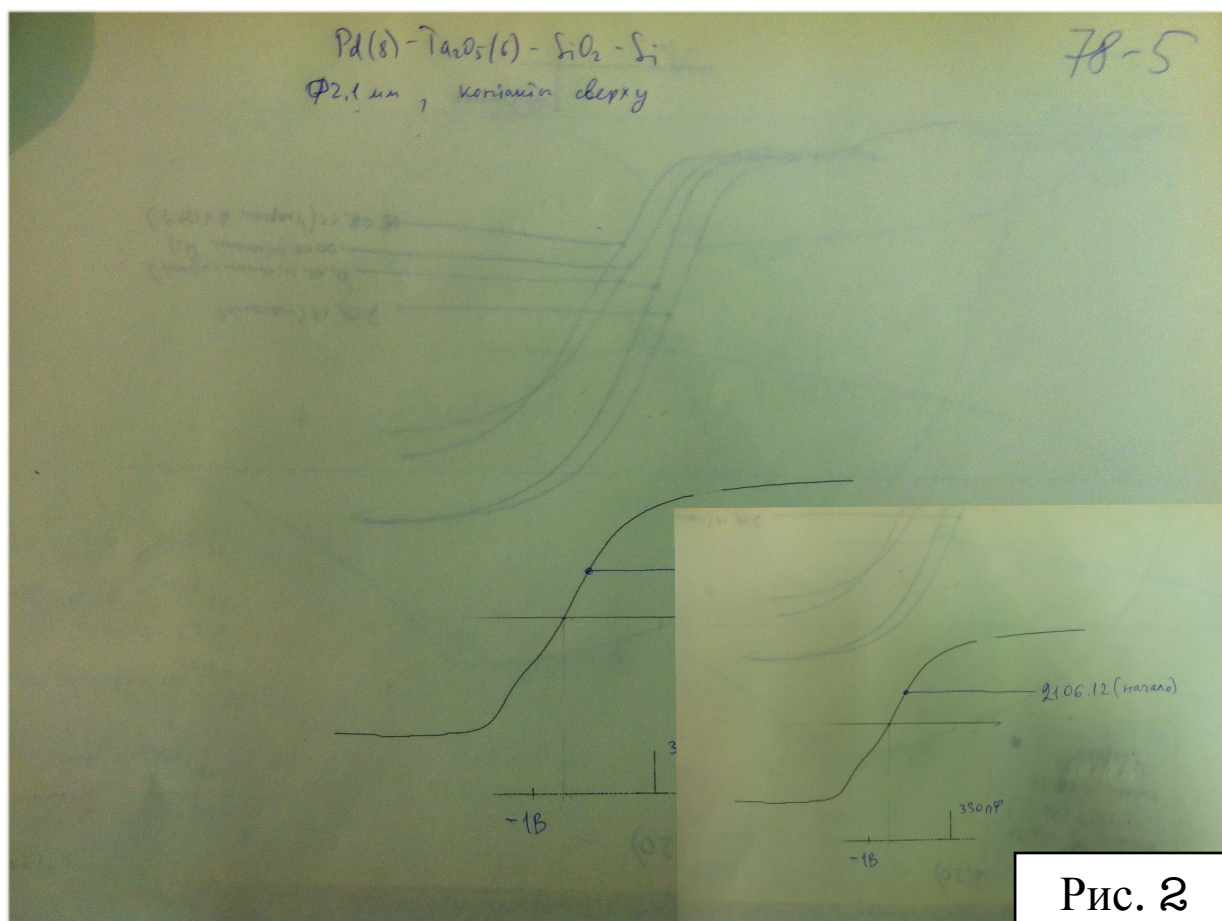

Рис. 1
- 1) Нижняя часть корпуса изолируется посредством наклеивания на нее пластины слюды (рис. 1). Затем на пластину помещается резистивный нагреватель.